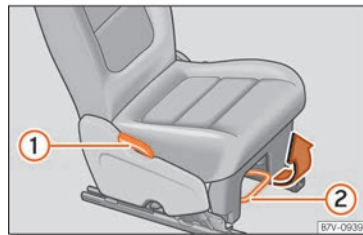

Abb. 130 Rücksitze einstellen.
- Den Hebel ziehen und Sitzlehne in die gewünschte Position bringen »» Abb. 130 **1** »» **2**. Die Sitzlehne muss nach dem Loslassen des Hebels einrasten!